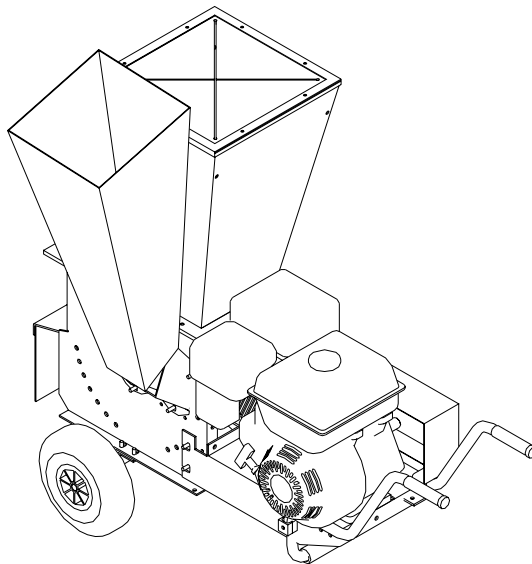

Fig. 11
Utiliser la trémie latérale (fig. 11) pour travailler le matériau ayant de grosses dimensions (branches ϕ plus de 7 cm) .
- plier la trémie de la hacheuse (fig. 11) en l'immobilisant à l'aide de l'écrou papillon 1 .